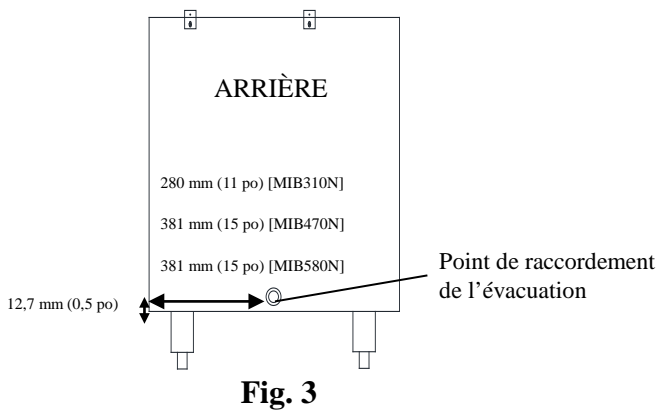

Fig. 3
1. Raccordez le tube de la conduite d'évacuation sur le point de raccordement de l'appareil (Fig. 3).